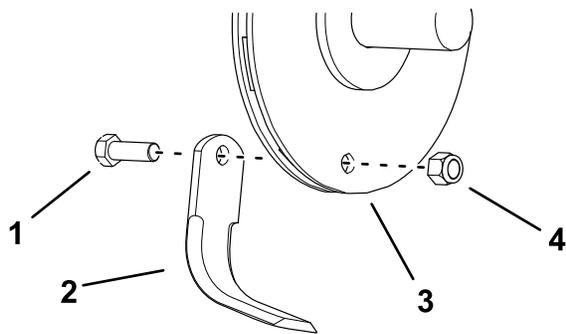

Figura 6
4. Retire el perno ($\frac{5}{8}$ " x $1\frac{3}{4}$ "), la tuerca ($\frac{5}{8}$ ") y la azada (Figura 6).
6. Instale la azada nueva con la misma orientación que la azada antigua (Figura 6).